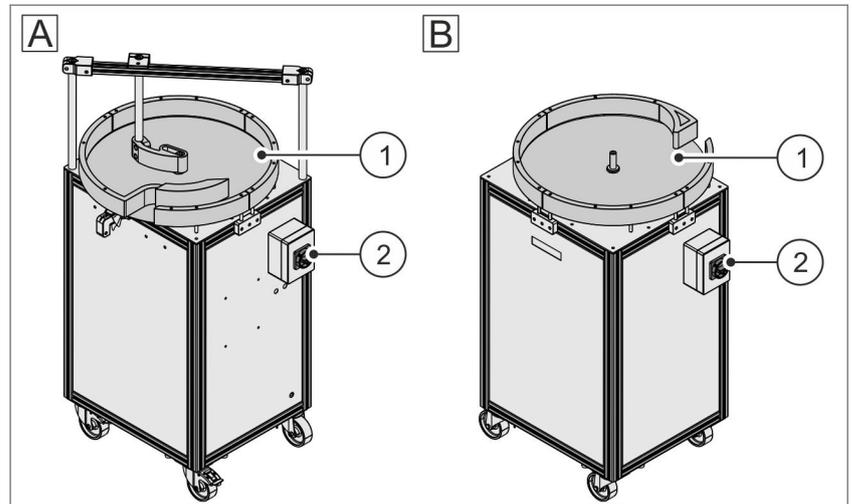

Abb. 16 Rundtische
Auf dem Aufgabe-Rundtisch **Abb. 16/A** werden leere Glasflaschen manuell aufgestellt, über einen Drehteller **Abb. 16/①** vereinzelt und der Abfüllstation zugeführt.
Auf dem Abgabe-Rundtisch **Abb. 16/B** werden die befüllten und verkorkten Glasflaschen auf den Drehteller gesammelt und können manuell entnommen werden.
Die Rundtische werden separat über den jeweiligen Hauptschalter **Abb. 16/②** eingeschaltet.